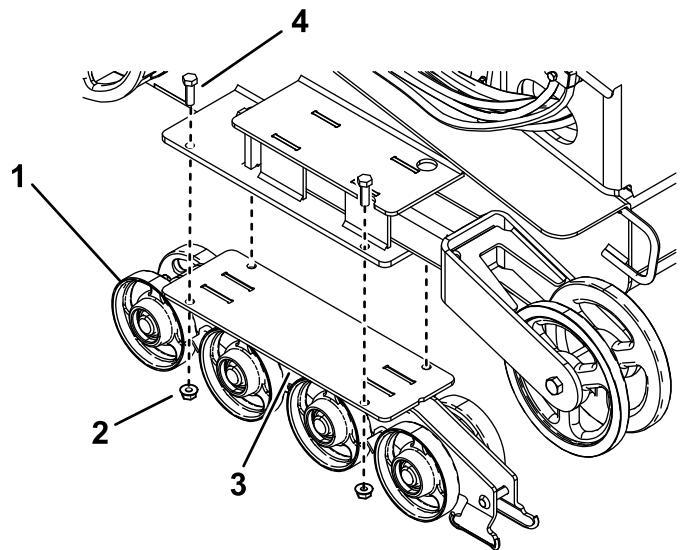

Figura 48
- Rimuovete i 4 bulloni e dadi che fissano ciascuna guida inferiore dei cingoli che contiene le ruote non motrici e rimuovetele (Figura 48).